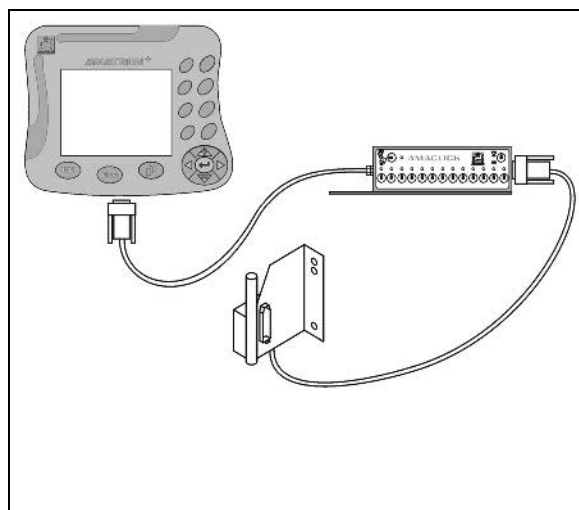

Fig. 95
- ohne Multifunktionsgriff entsprechend Fig. 95